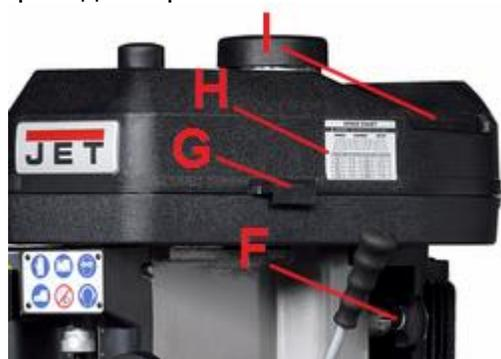

Рис. 10
Сдвиньте два замка крышки (G, Рис. 10), сдвиньте заслонку (I).
Сдвиньте два замка крышки (G, Рис. 10) и заслонку (I).